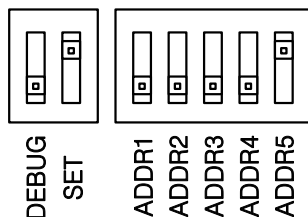

图 6-1-1 设置模式接线图
**(1) 进入设置模式：**将控制器工作模式设置拨码开关 SET 位拨到 ON，重新给控制器上电，使控制器进入设置模式，如图 6-1-1 所示。该模式下，RUN 灯熄灭，控制器内部的用户程序暂停运行。